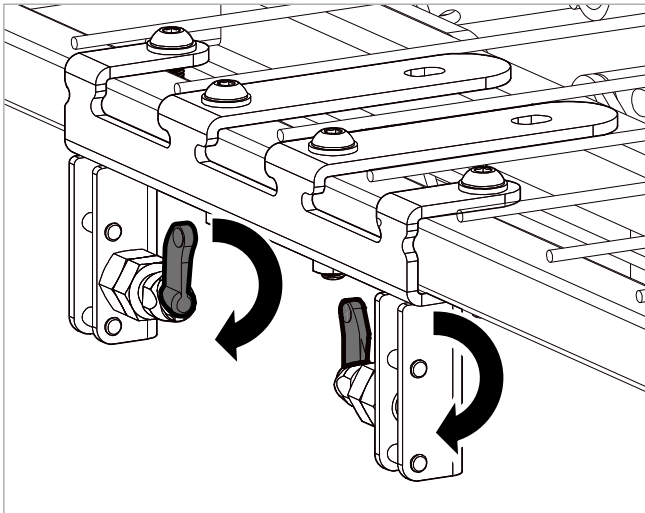

Figure 7.5– Levier masqué pour plus de clarté
5. Faites pivoter les poignées des deux pistons de verrouillage de 180 degrés comme indiqué en Figure 7.5 de sorte que les pistons pointent vers le bas en position ouverte.